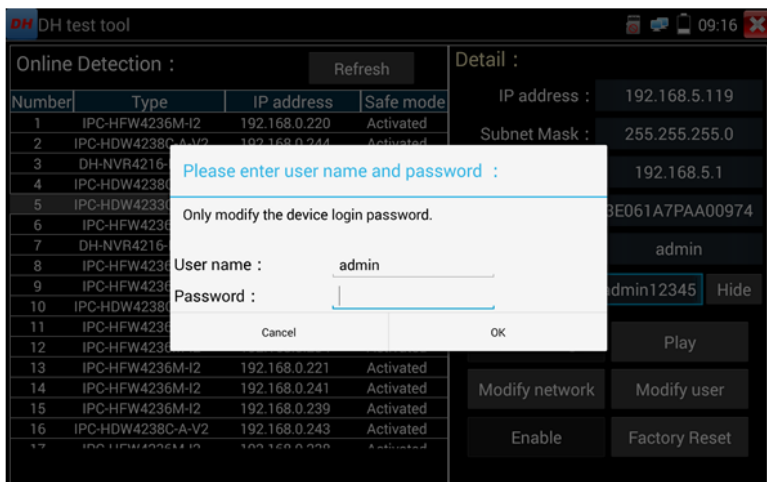

Рис. 120 Изменение имени пользователя и пароля
5. Для изменения имени пользователя и пароля используйте кнопку «Изменить пользовательскую информацию» (Modify user information). Вы можете задать новое имя пользователя и пароль для него, рис. 120